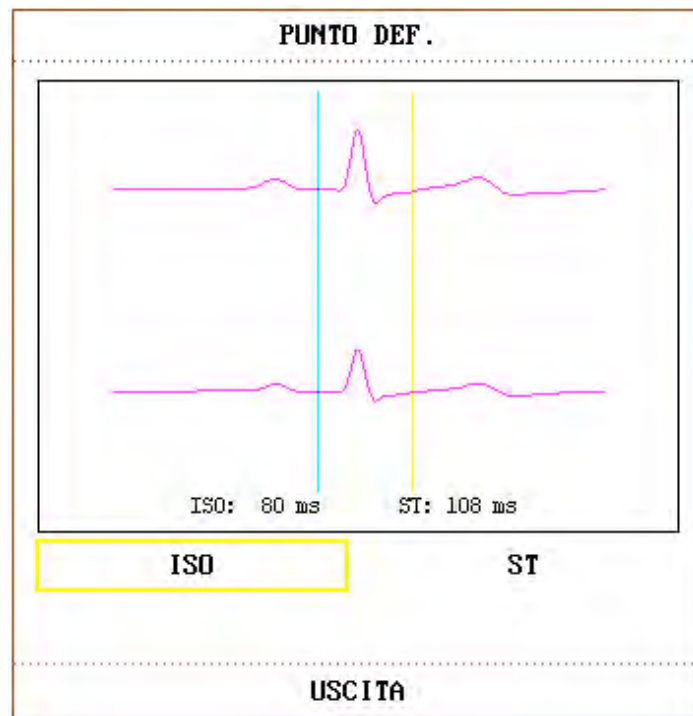

Figura 12-15 Finestra PUNTO DEF
- La funzione di monitoraggio ST è disattivata da impostazione default. È possibile accenderla quando necessario. Quando si utilizza la funzione di analisi ST, i risultati verranno visualizzati sulla destra della schermata principale. Fare riferimento alla figura 12-15.